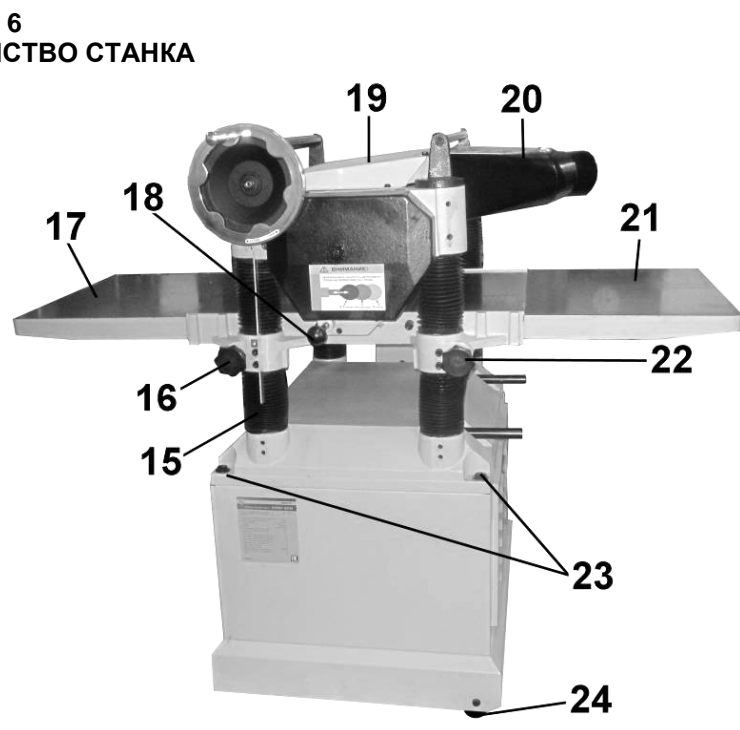

Рис. 3
10.2.1. Демонтируйте кожух (19) и патрубок пылесборника (20), Рис.3.
10.2.6. Как показано на Рис.3, установите кожух (19) и патрубок пылесборника (20).